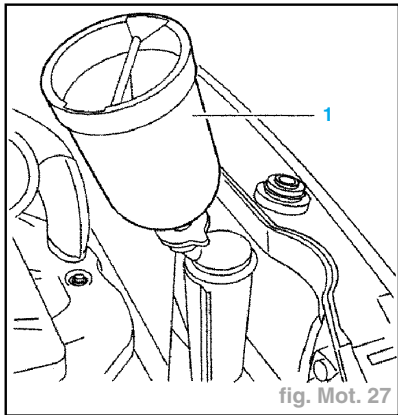

fig. Mot. 27
- Placer le cylindre de charge (1) réf. 4520 T sur le boîtier de dégazage (fig. Mot. 27).